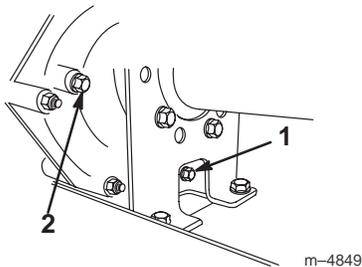
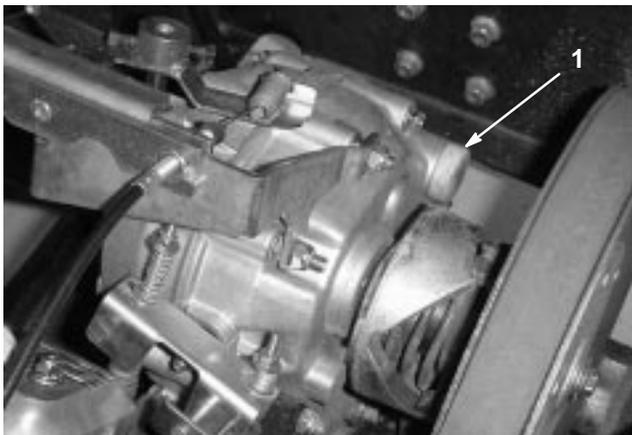

Bild 40
Bild 41
2. Entfernen Sie die Ablassschraube aus der rechten Seite des Behälters (Bild 40) und lassen die Flüssigkeit in ein Auffanggefäß ablaufen. Schrauben Sie die Ablassschraube wieder fest ein, wenn keine Flüssigkeit mehr ausströmt.
3. Füllen Sie den Behälter (Bild 41) mit ungefähr 1,4 l SAE 10W30 Motoröl oder so weit, dass der Ölstand die Unterseite des Prüflochs erreicht (Bild 40).